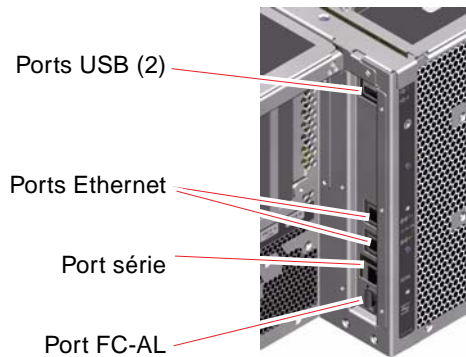

FIGURE 2-4 Ports externes du panneau arrière
- six ports de données externes : USB, série, Ethernet et FC-AL (voir la FIGURE 2-4).